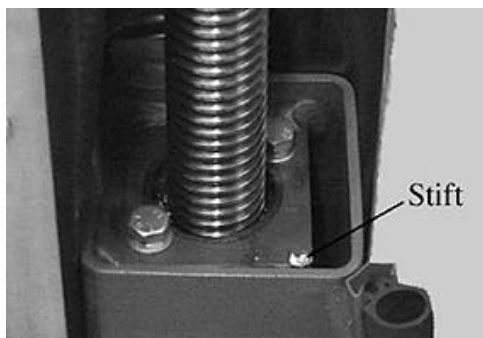
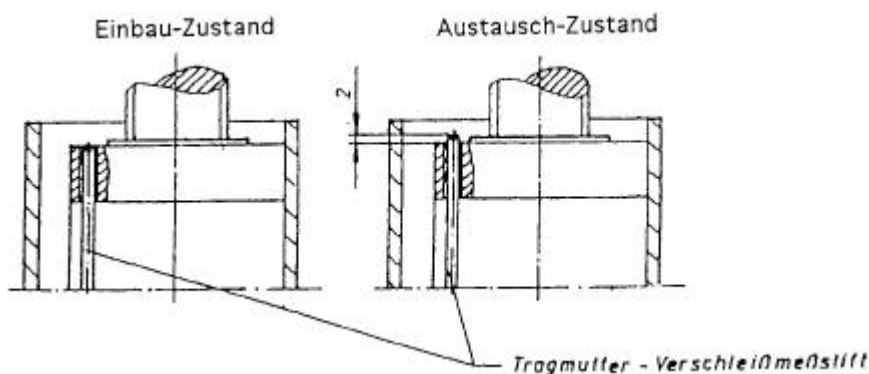

Bild 5: Tragmutter, Stift
Bild 6: Tragmutter
- Optische Verschleißmessung der Tragmutter: Zur Überprüfung der Tragmutter wird zunächst die Abdeckung von der Hubspindel entfernt. In der Tragplatte ist ein Stift eingebaut. Dieser muss mit der Oberkante der Tragplatte (im Hubschlitten obern) bündig sein (Einbauzustand siehe Bild 5). Schaut nun der Stift bei der jährlichen Prüfung 2 mm nach oben heraus (Austauschmutterzustand siehe Bild 6) so muß die Tragmutter zusammen mit der Folgemutter ausgetauscht werden.